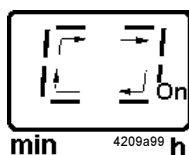

Abb. 19 - Grüne Umlaufanzeige, Arbeitszeit
- über die Taste (Abb. 21) auslösen. Taste länger als 2 Sekunden drücken. Danach ist das umlaufende Segment, Abb. 19 an der Folientastatur sichtbar.